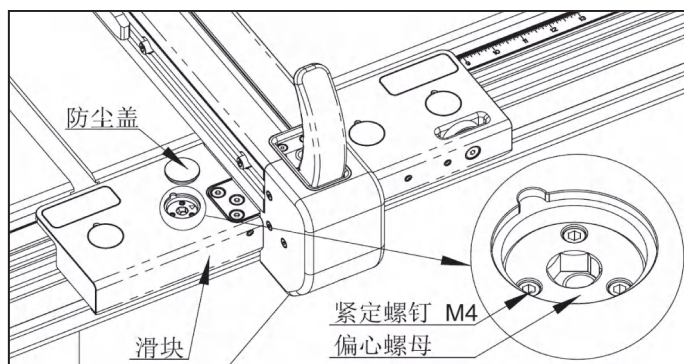

图 6-22
(4) 调整滑块与导轨的配合：滑块与导轨的配合在出厂前已经校准。如果您在使用过程中发现靠山组件移动不顺畅，或出现晃动，请按下面的方法调整：
- ① 如图 6-22，取下磁吸在滑块上的防尘盖。
- ② 松开偏心螺母上的 3 个紧定螺钉，用 8mm 六角扳手旋转偏心螺母，直至下方滚轮与导轨接触，锁紧偏心螺母上的 3 个紧定螺钉。
- ③ 依次调节好 4 个偏心螺母后，左右移动靠山组件。若移动顺畅且无晃动，则调整完毕，重新安装防尘盖。